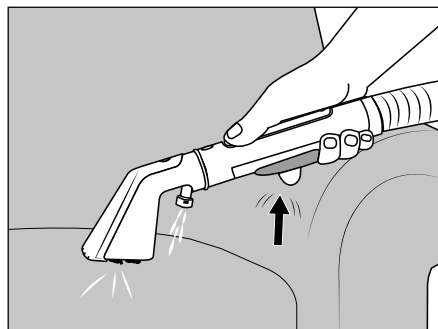

Bild 6
- (1) Akta så att sugöppningarna **28/31** på textil- och möbelmunstycket **22** eller fogmunstycket **29** inte blockeras så att det blir stopp i produkten. Ett stopp kan orsakas av lösa föremål, ludd, hår eller liknande som finns i närheten. Då kan textil- och möbelmunstycket **22** eller fogmunstycket **29** skadas och kanske inte längre fungerar så bra. (2) Kontrollera tillverkarens etikett med särskilda skötselanvisningar innan du rengör dynor/mattor. Produkten ska inte användas på ömtåliga textilmaterial (t ex siden, läder, flokati osv). (3) Testa färgäktheten när du använder rengöringsmedel (ättiks- eller möbelrengöring). Prova alltid först att rengöra på ett ställe som inte syns. (4) Produkten måste riktigt monterad och vattentanken fylld **2** innan man börjar rengöra. (5) Stäng av produkten innan du byter textil- och möbelmunstycket **22** mot fogmunstycket **29** och vice versa. (6) Om smutsvattentanken **7** är full stänger flottören **6** sugöppningen och produktens varvtal ökar. Stäng då genast av den (se kapitel **7.1. Rengöra smutsvattentanken**).
- ◆ Håll textil- och möbelmunstycket **22** 2-3 cm över den yta som ska rengöras. Tryck på sprayknappen **20** för att spruta ut vatten och rengöringsmedel ur spraymunstycket **25** (se bild 6).